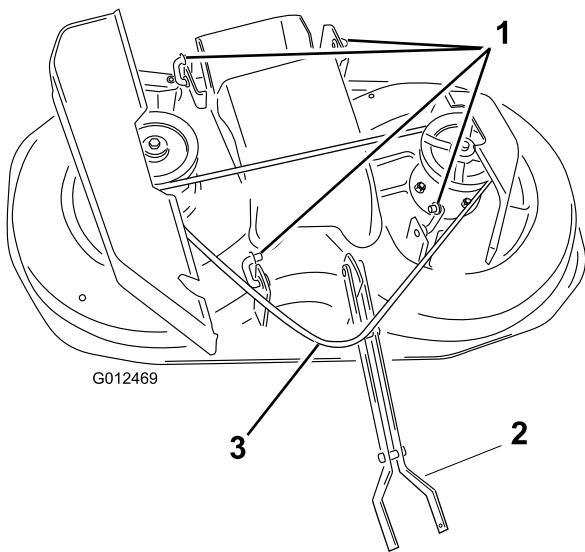

Bild 40
- Nehmen Sie den Riemen von der Kupplungsscheibe ab (Bild 40).
11. Entfernen Sie die Stifte aus den vier Hecklenkern und nehmen die Lenker vom Traktor ab (Bild 40).
- Hinweis:** Die Lenker müssen nicht vom Mähwerk abgenommen werden, siehe (Bild 40).